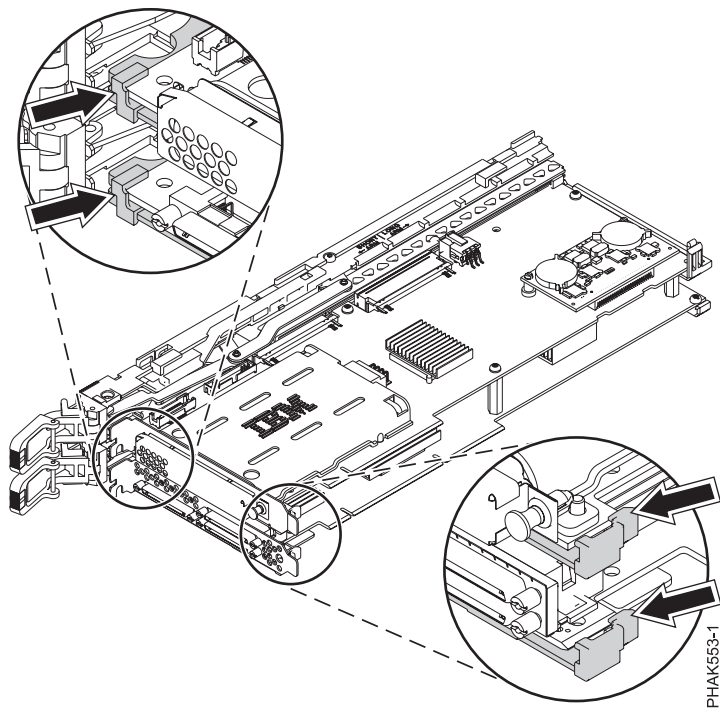

Figure 55. Installation de la carte double largeur dans le bloc-cassette.
- a. Insérez la partie supérieure de la contre-poupée de la carte double largeur dans les encoches du bloc-cassette, puis fixez la partie inférieure de la contre-poupée de la carte double largeur au bloc-cassette. Voir figure 55.